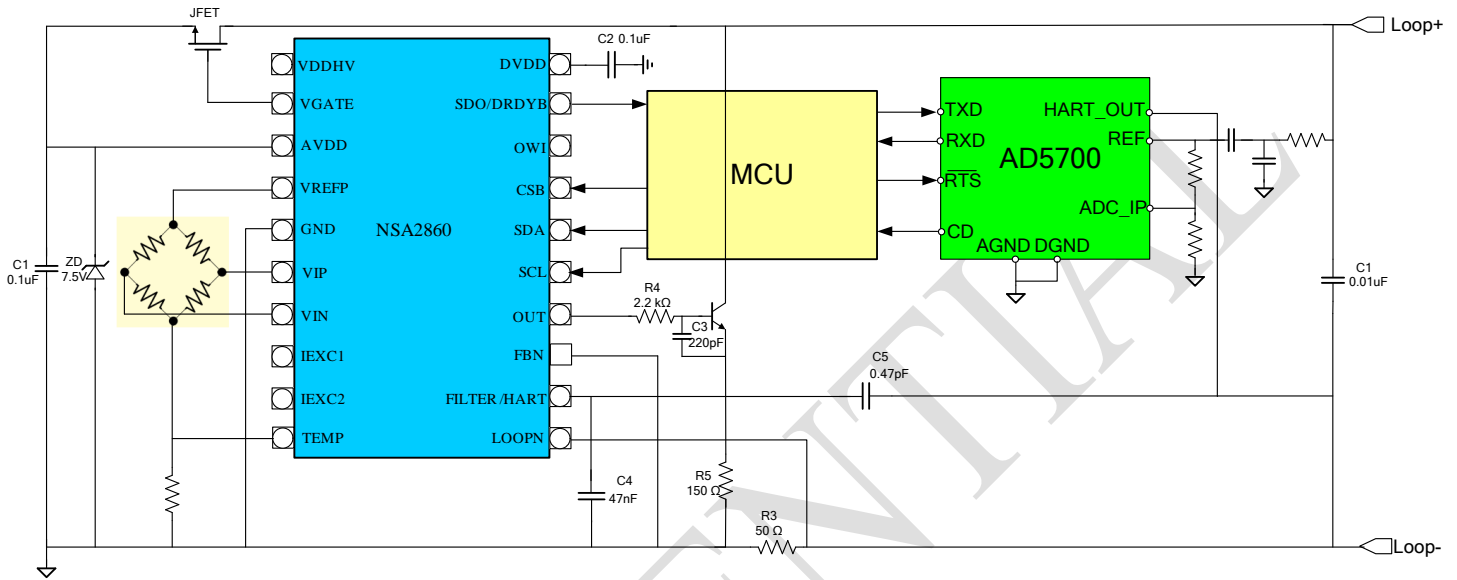

图 7.8 带 HART 现场总线压力变送器
1.4	1. 根据测试结果修正如OFFSET/GAIN温漂等spec 2. 修改T0的数据格式 3. 修改内部温度传感器噪声表格Table 4.2 4. 更新外部温度传感器噪声表格Table 4.3 4. 增加HART通信应用案例figure7.8